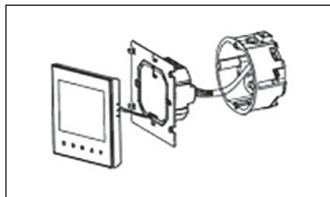

Рис. 5
**6.3.1.** Отсоедините переднюю панель от монтажной пластины с клеммной колодкой — для этого слегка оттяните и сдвиньте вниз тыльную часть устройства, тогда крючки металлической монтажной пластины выйдут из пазов передней панели термостата и устройство можно будет разъединить на две части, предоставив доступ к крепежным отверстиям монтажной пластины (рис. 5).